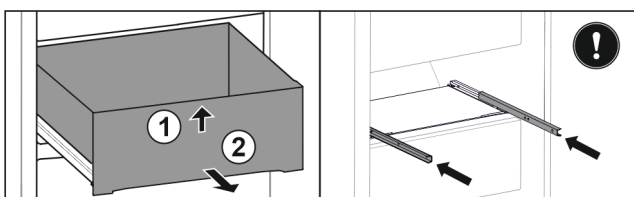

Fig. 98
- ▶ Tõstke sahtel eest üles. Fig. 98 (1)
- ▶ Võtke sahtel ettepoole välja. Fig. 98 (2)